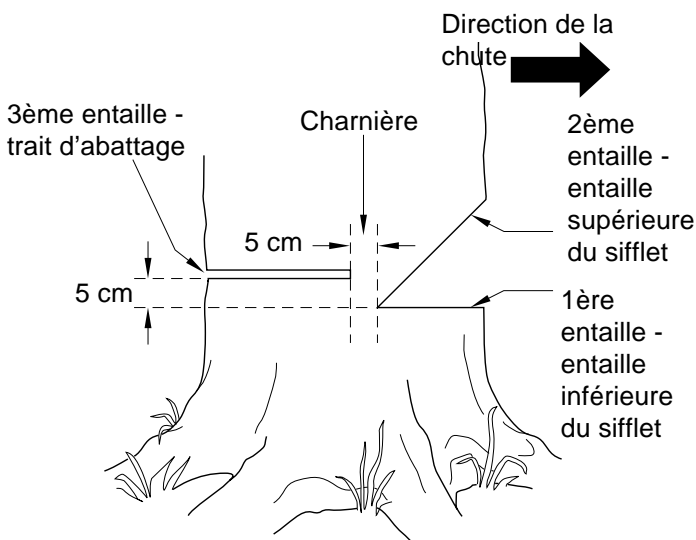

Figure 13 - Abattage d'un arbre
Un sifflet d'abattage correctement placé permet de déterminer la direction de la chute de l'arbre. Placer le sifflet d'abattage du côté de l'arbre où l'on veut qu'il tombe. (Voir la figure 13, page 12.) Procéder de la façon suivante pour faire le sifflet.
1. Faire l'entaille inférieure aussi près du sol que possible. Tenir la tronçonneuse de manière à ce que la lame-guide soit horizontale. Tailler sur 1/3 du diamètre du tronc d'arbre. (Voir la figure 13, page 12.) *Note* : Toujours commencer par faire cette entaille inférieure horizontale. Si l'on fait cette entaille en second, l'arbre risque de pincer la chaîne ou la lame-guide.
Exemple : Si l'entaille inférieure a 20 cm (8 po) de profondeur, commencer l'entaille supérieure à 20 cm au-dessus de cette dernière. Scier vers le bas à un angle de 45°. L'entaille supérieure doit rencontrer l'extrémité de l'entaille inférieure. (Voir la figure 13, page 12.)
1. De l'autre côté de l'arbre, faire le trait d'abattage à 5 cm (2 po) au-dessus de l'entaille inférieure du sifflet. (Voir la figure 13, page 12.) Faire le trait parallèle à l'entaille inférieure.
Ne pas scier l'arbre complètement. Laisser environ 5 cm (2 po) de bois non scié directement derrière le sifflet d'abattage. (Voir la figure 13.) Cette partie non sciée sert de charnière. La charnière empêche l'arbre de se tordre et de tomber dans la mauvaise direction.